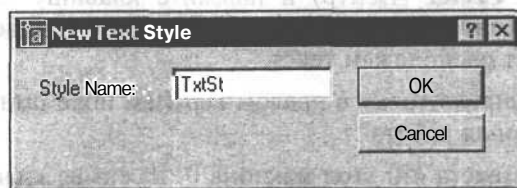

Рис. 9.3. Диалоговое окно для присвоения имени новому текстовому стилю
2. Щелкните мышью на кнопке **New (Новый)** и после появления диалогового окна **New Text Style (Новый текстовый стиль)** введите в нем имя создаваемого текстового стиля **TxtSt** (рис. 9.3).